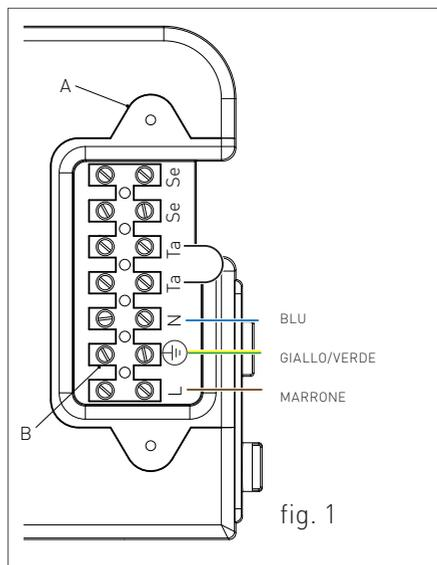

fig. 1
- > svitare le due viti e rimuovere il piastrino "A" (vedi fig. 1).
- > una volta rimosso il piastrino effettuare i seguenti collegamenti sulla morsetteria "B" (vedi fig. 1):